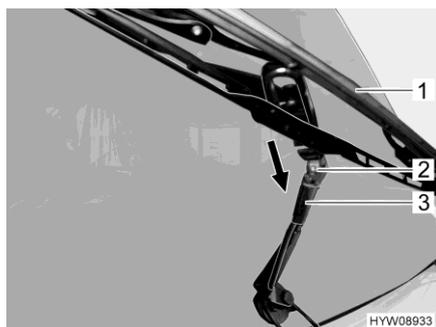

Fig. 231 Sostituzione della spazzola del tergicristallo
- Sollevare il braccio del tergicristallo (Fig. 231,3) dal parabrezza e aprirlo fino all'arresto.
- Spingere i morsetti in plastica della spazzola del tergicristallo (Fig. 231,1) fuori dal supporto piegato presente sul braccio del tergicristallo (freccia).
- Pulire gli ugelli dei tergicristalli (Fig. 231,2).